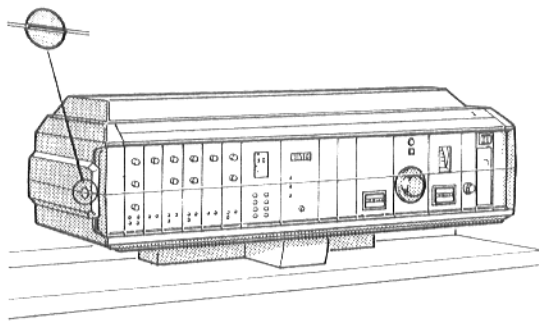

Fig. 29
- Skrueslissen i plastdekselet til kontrollpanelet (fig. 29) settes i vannrett posisjon, f.eks. med en mynt. Plastdekselet tas av i forkant.